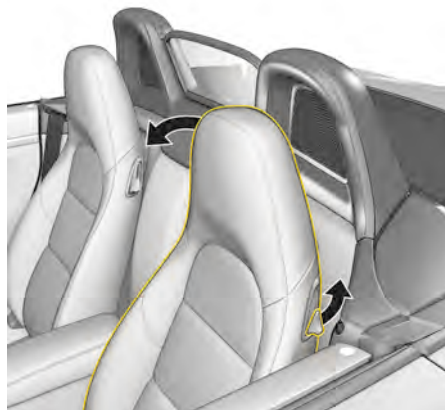

図 73: バックレストを倒す
- ▶ シートバックレストの側面にあるレバーを引き上げて (図 .73)、バックレストを前方に倒してください。